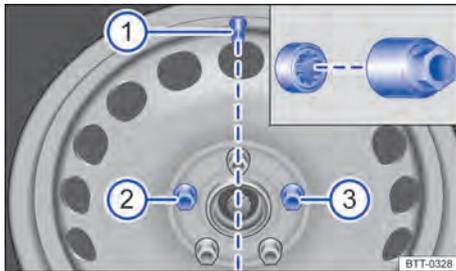

Fig. 234 Troca de roda: Válvula do pneu ① e posições de montagem do parafuso de roda antifurto ② ou ③.
Antes de colocar a calota integral, o parafuso de roda antifurto deve ser aparafusado na posição ⇒ Fig. 234 ② ou ⇒ Fig. 234 ③. Do contrário, a calota integral não pode ser montada.
A calota integral da roda deve ser pressionada sobre o aro de tal modo que o recorte da válvula se posicione sobre a válvula do pneu ⇒ Fig. 234 ①. Ao colocar a calota integral, atentar para que se encaixe com segurança em toda a circunferência. ◀
O parafuso de roda antifurto deve estar aparafusado em uma roda com calota integral na posição ⇒ Fig. 234 ② ou ③. Do contrário, a calota integral não pode ser montada.